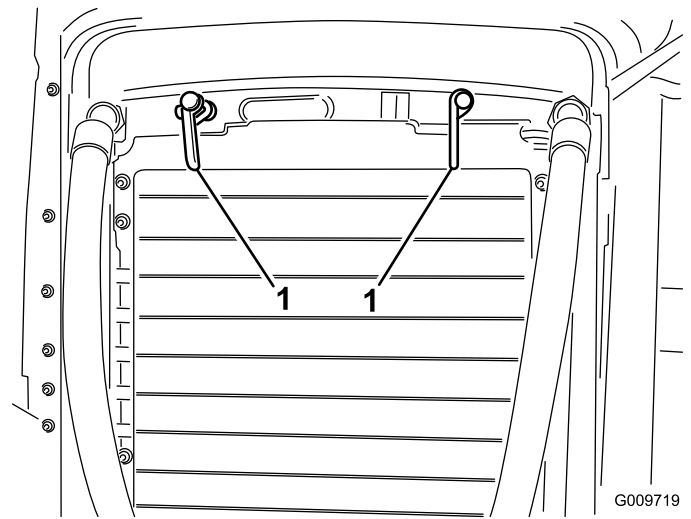

Figura 77
2. Girate i fermi (Figura 77) che fissano il radiatore dell'olio al telaio.